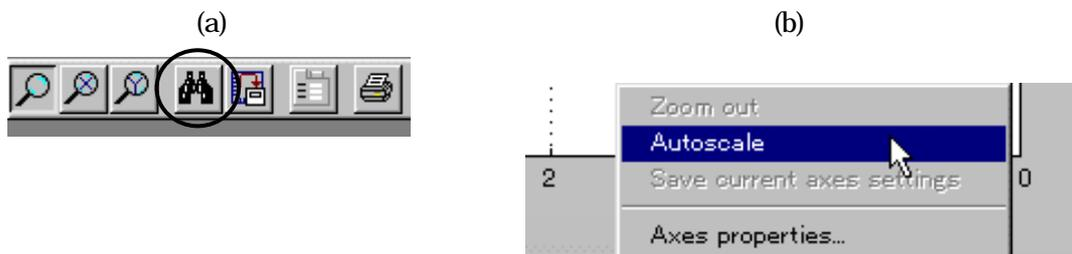

Figure3.5 Scope スケール変更
1. ツールバーのアイコンをクリック (Figure3.5(a))
2. 軸上で右クリックし、"Autoscale"を選択 (Figure3.5(b))